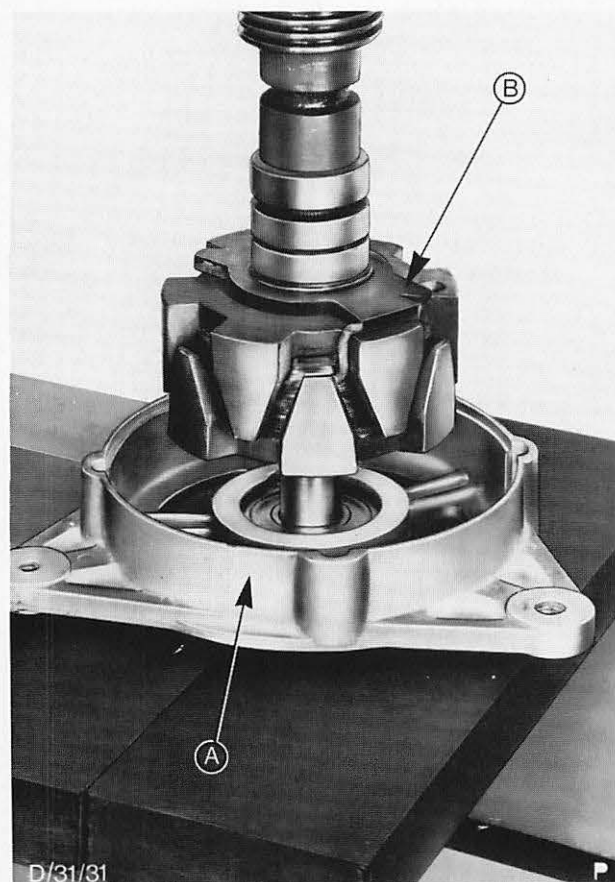

Abb. 86 Läufer kompl. in das Antriebslagerschild einpressen
20. Läufer kompl. B in Abb. 86 in das Antriebslagerschild „A“ einpressen und Antriebslagerschild mit Schleifringlagerschild zusammenbauen.